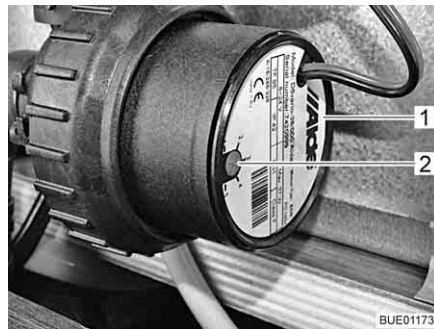

Fig. 137 Reducción de la velocidad
La velocidad de la bomba de circulación se puede ajustar con el regulador giratorio (Fig. 137,2). Con una velocidad reducida disminuyen los ruidos de rodadura de la bomba.
El regulador giratorio se encuentra en la bomba de circulación (Fig. 137,1).
- Girar el regulador giratorio (Fig. 137,2) en sentido contrario a las agujas del reloj. Se reduce la potencia.